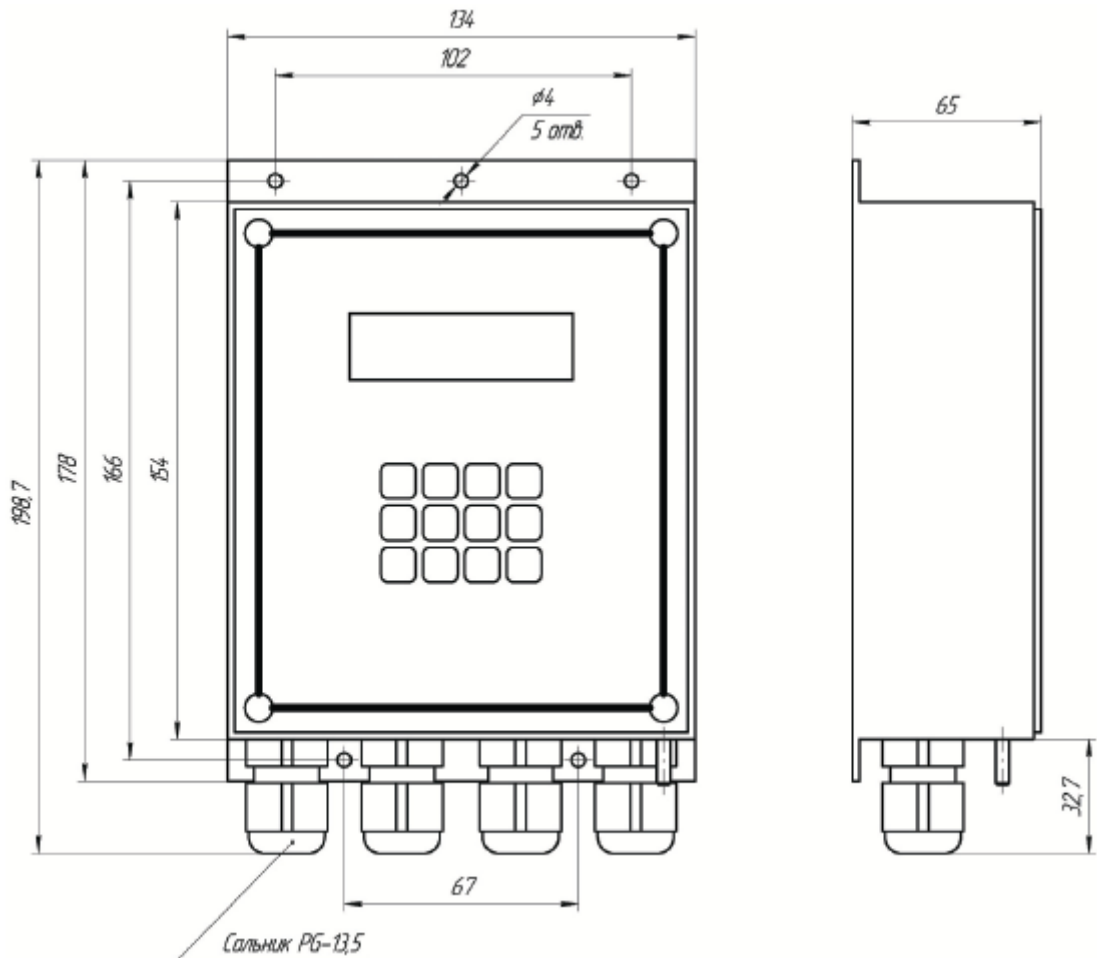

Рисунок 1. Установочные размеры устройства ГК -101
- Данные для установки прибора указаны на рис.1.